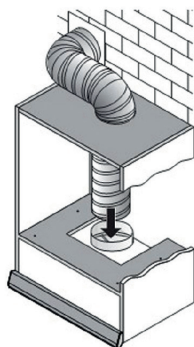

Рис. 3
4. Соедините воздухопровод с адаптером вытяжки. (Рис. 3) Выведите другой конец воздухопровода в вентиляционный канал или шахту.